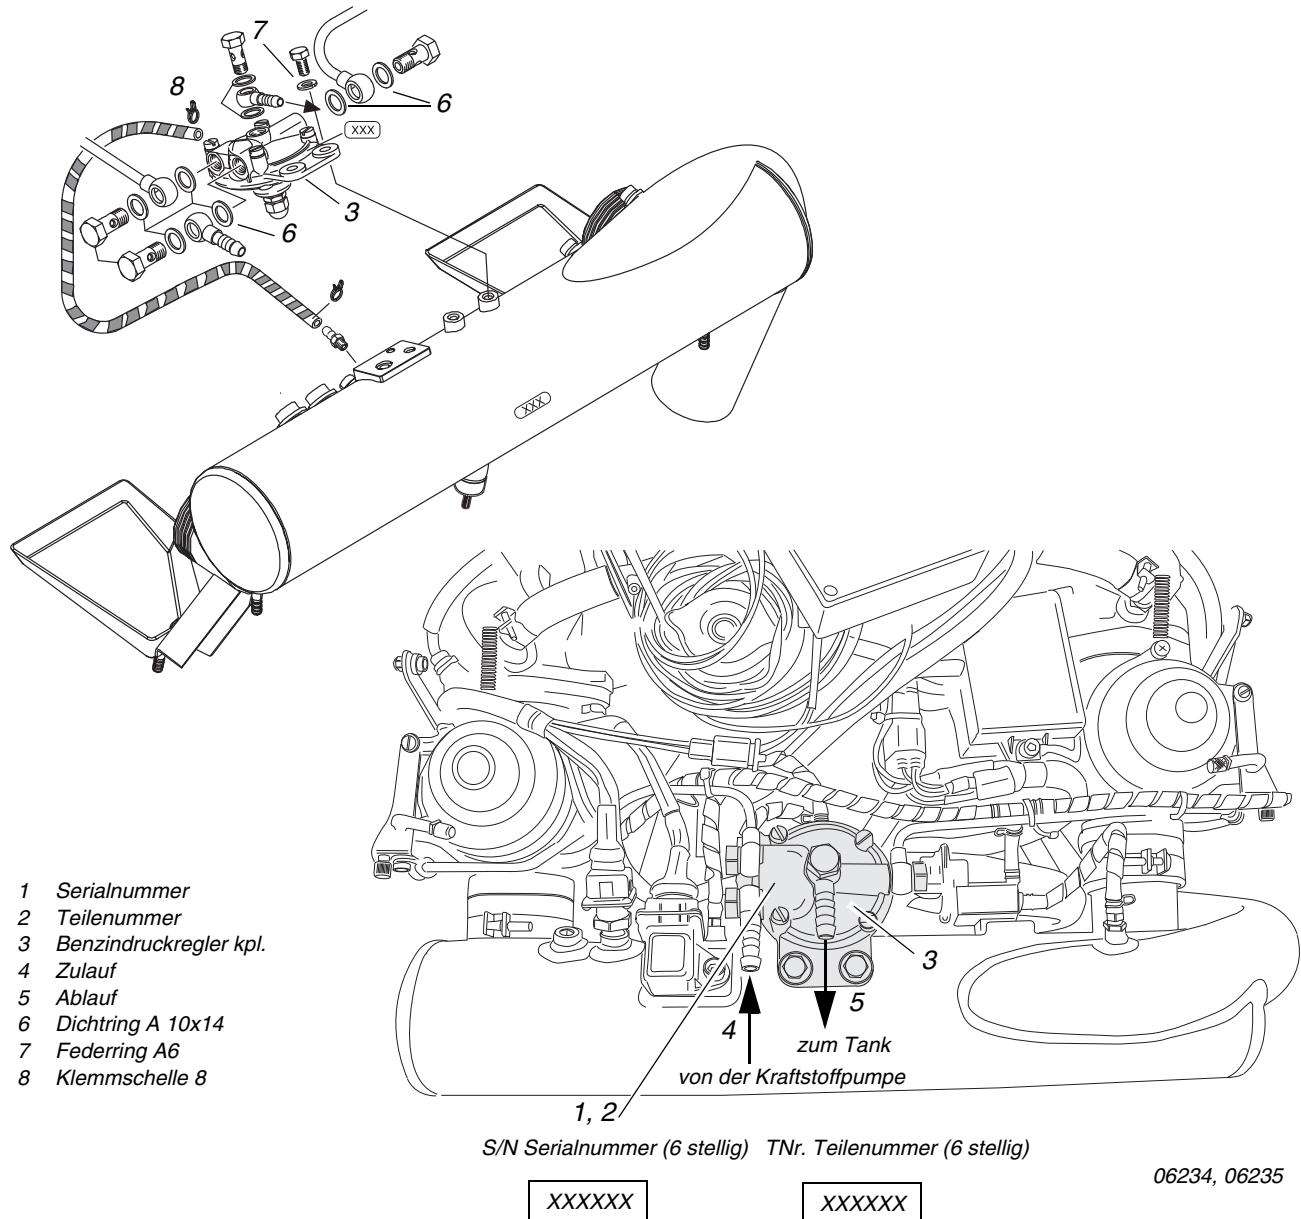

BILD 1
- ◆ **HINWEIS:** Die jeweilige Seriennummer (1) und die Teilenummer (2) des Benzindruckreglers (3) ist auf dem Benzindruckreglerflansch ersichtlich (siehe Bild 1).
(Siehe dazu Bild 1)